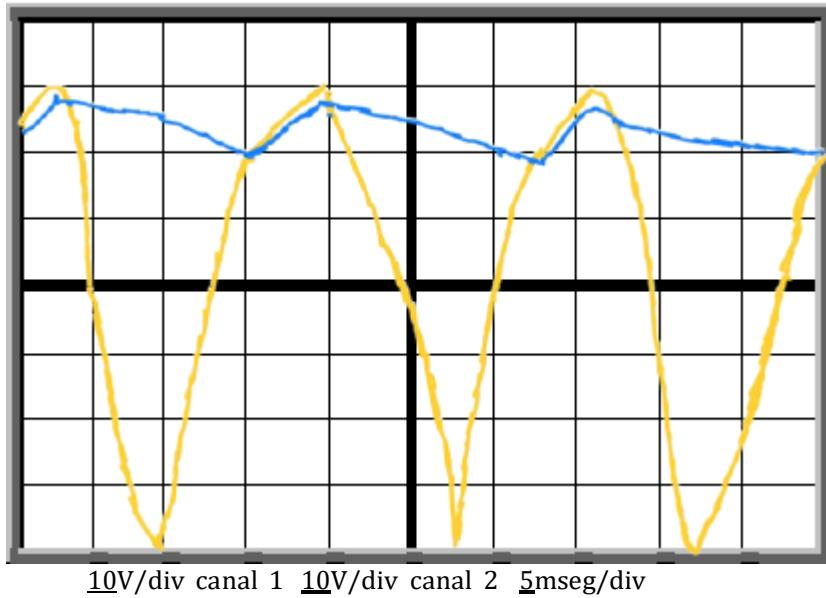

Fig. 1.4. Gráfica del voltaje de entrada y del voltaje de salida del rectificador de media onda con filtro utilizando un capacitor de  $470 \mu\text{F}$ .
- b) Mediante el osciloscopio medir el voltaje de entrada ( $V_1$ ) colocando el canal 1 entre los nodos 1 y 0 y medir el voltaje de salida ( $V_0$ ); colocando el canal 2 entre los nodos 2 y 0, ambos canales deben de estar en el modo de CD. Graficar las señales obtenidas del voltaje de entrada y de la salida en la Fig. 1.4. De la señal del canal 1 medir el voltaje pico ( $V_p$ ) de la entrada del rectificador y de la señal del canal 2 medir el voltaje máximo ( $V_{\text{max}}$ ), el voltaje mínimo ( $V_{\text{min}}$ ) y el voltaje de salida ( $V_0$ ), además calcular la corriente de salida ( $I_0$ ), registrar los valores obtenidos en la Tabla 1.4.